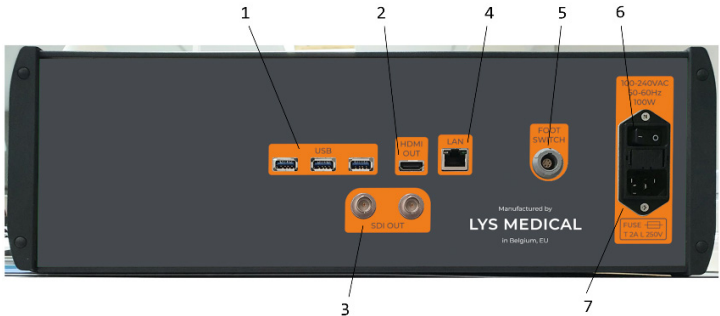
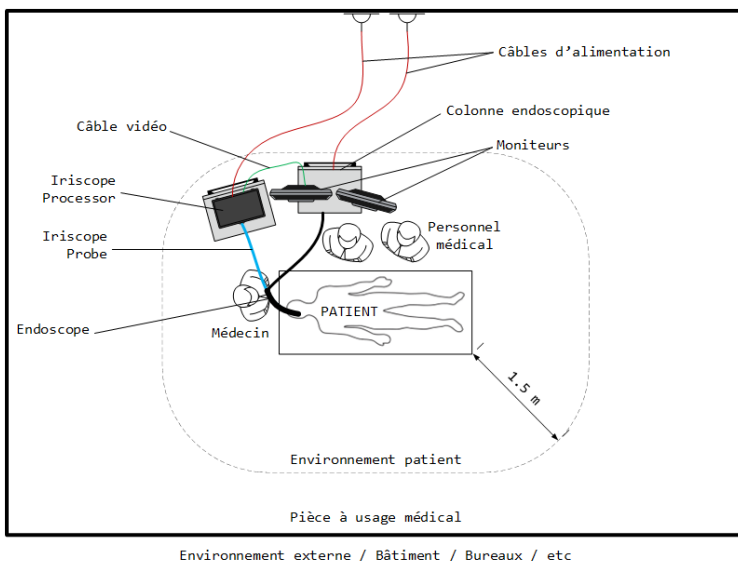

Figure 4 - Face arrière du contrôleur
Figure 6 – Disposition du dispositif en salle d'endoscopie
1. Installer le contrôleur en salle d'endoscopie à maximum 1 m du patient et proche de la colonne endoscopique (voir Figure 6) en s'assurant que l'interrupteur ON/OFF et le câble d'alimentation (voir n° 6 et n° 7 de la Figure 4) soient toujours accessibles pour déconnecter le contrôleur.
3. Connecter les différents câbles au contrôleur (voir Figure 4 pour identifier l'emplacement des différents ports) :